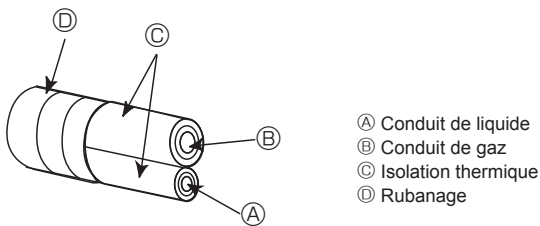
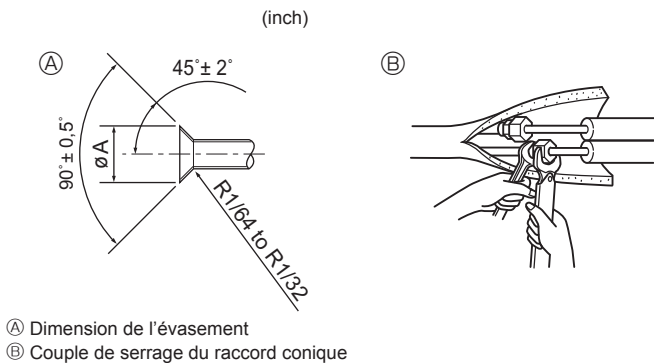

Fig. 4-4
Fig. 4-5
4.3. Connexion des tuyaux (Fig. 4-4, Fig. 4-5)
- S'il est trop serré, il risque de se rompre et de provoquer une fuite de réfrigérant. [Fig. 4-5]
- Appliquez un fil fin d'huile réfrigérante sur la surface du tuyau et du support du joint avant de serrer l'écrou évasé. (A)
- Utilisez deux clés pour serrer les connexions des tuyaux. (B)
- Appliquez de l'huile réfrigérante sur toute la surface évasée du fond. (C)
- Utilisez les écrous évasés correspondant aux tailles de tuyaux suivantes. (D)
(A) (Fig. 4-5)